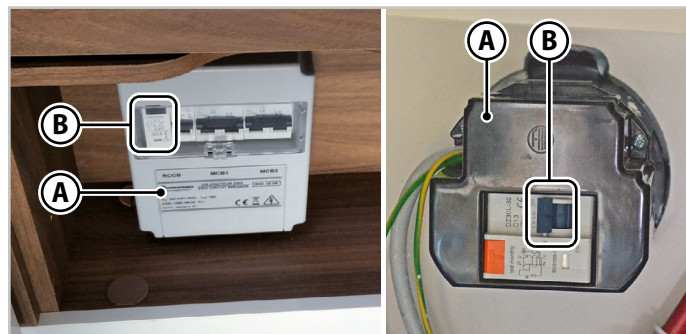

Fig.6.28 - Painel de alimentação elétrica
O painel de alimentação elétrica de 220 V (**A** - Fig.6.28) do veículo está protegido por um disjuntor bipolar (**B** - Fig.6.28). A tomada de alimentação está equipada com o terceiro polo de ligação à terra, tal como exigido pela regulamentação atual.
1. Baixar as alavancas (**B** - Fig.6.28) do disjuntor diferencial.
5. Levantar as alavancas (**B** - Fig.6.28) do disjuntor diferencial.